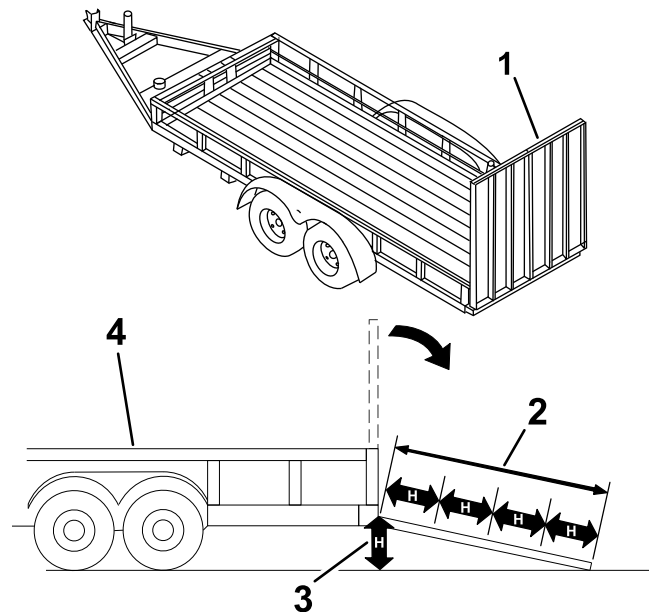

Bild 37
3. Die Rampe absenken (Bild 37).